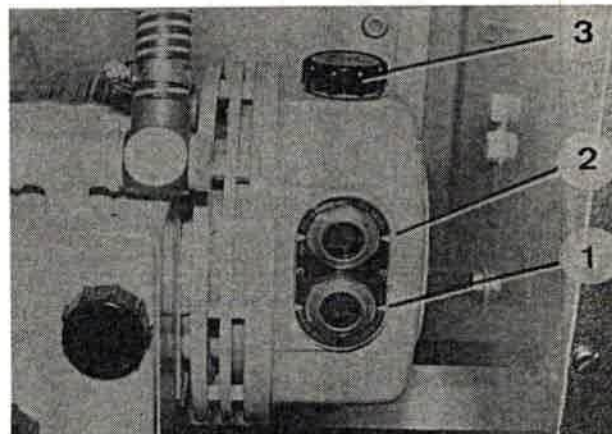

Bild 102
1. Ölstand prüfen; er muß sich zwischen der Min.- (Bild 102/1) und Max.-Markierung (Bild 102/2) der Schaugläser befinden.
2. Zum Ergänzen des Öls Öleinfüllknopf (Bild 102/3) herausrauben und Öl bis zur Max.-Markierung nachfüllen (Schmierstoff siehe Abschnitt 1.2). Öleinfüllknopf wieder einschrauben.